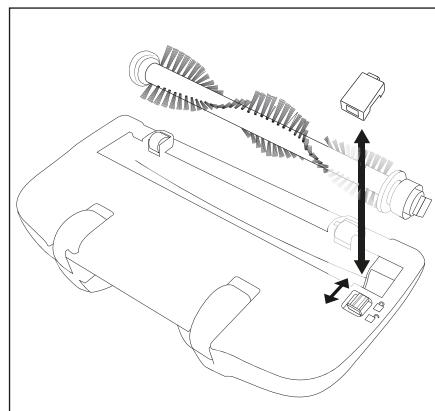

Fig. 5
- 2) Glissez le verrouillage sur le cache en direction de l'icône et retirez le cache (fig. 5).
- 7) Remettez le cache en place et verrouillez-le jusqu'à ce qu'il s'enclenche. Le cache s'enclenche lorsque le verrouillage glisse automatiquement en direction (fig. 5).